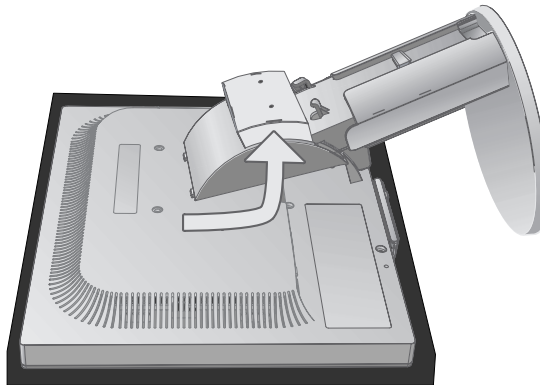

Figura S.3
5. Rimuovere il supporto con i tre ganci nel senso indicato dalla freccia (**figura S.3**).